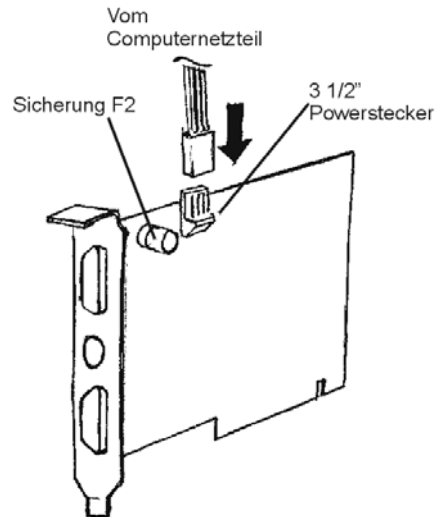

Bild 7: Die Spannungsversorgung über pciGrabber-4plus
- Wenn die Spannungsversorgung der Kamera über den Grabber erfolgen soll, muss der Powerstecker mit einer 3 1/2“-Spannungsbuchse des Computernetzteils verbunden werden (die 1,6 A Sicherung in Sockel F2 sichert den Spannungsausgang). *Bild 7* verdeutlicht dies.